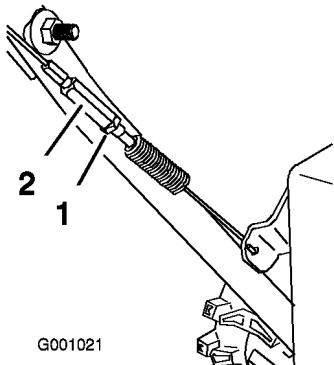

Figure 37
- Resserrez l'écrou de blocage (Figure 37).